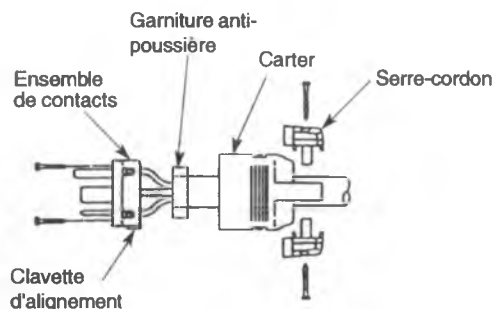

Fig.1
- Faire glisser le carter sur le cordon. Voir la figure 1.